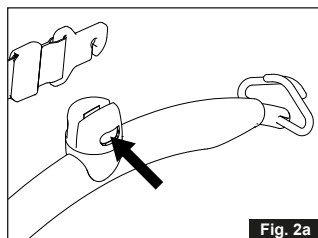

Fig. 2a
1. Den gule knap trykkes ind og holdes inde mens ophængskrogen sættes ned i åbningen på løftebøjles topdæksel (fig. 2a - 2b).